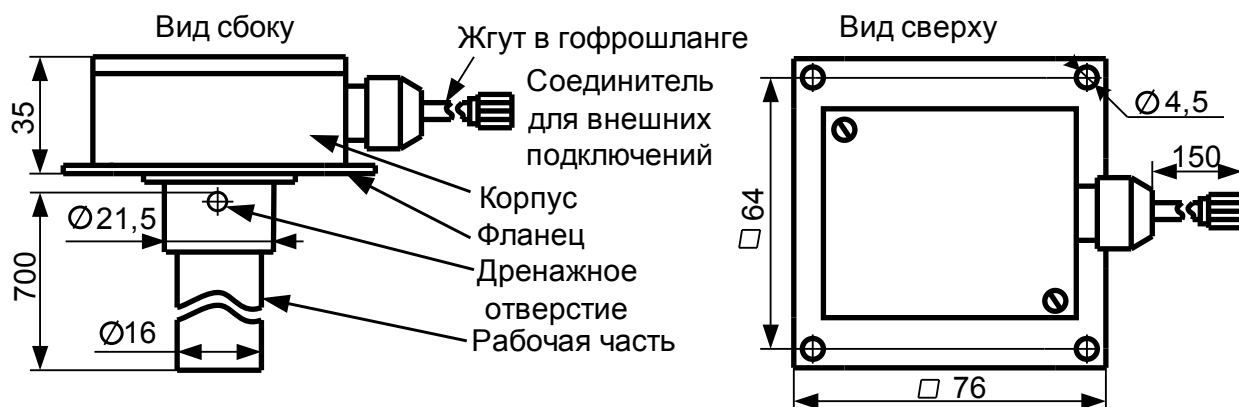
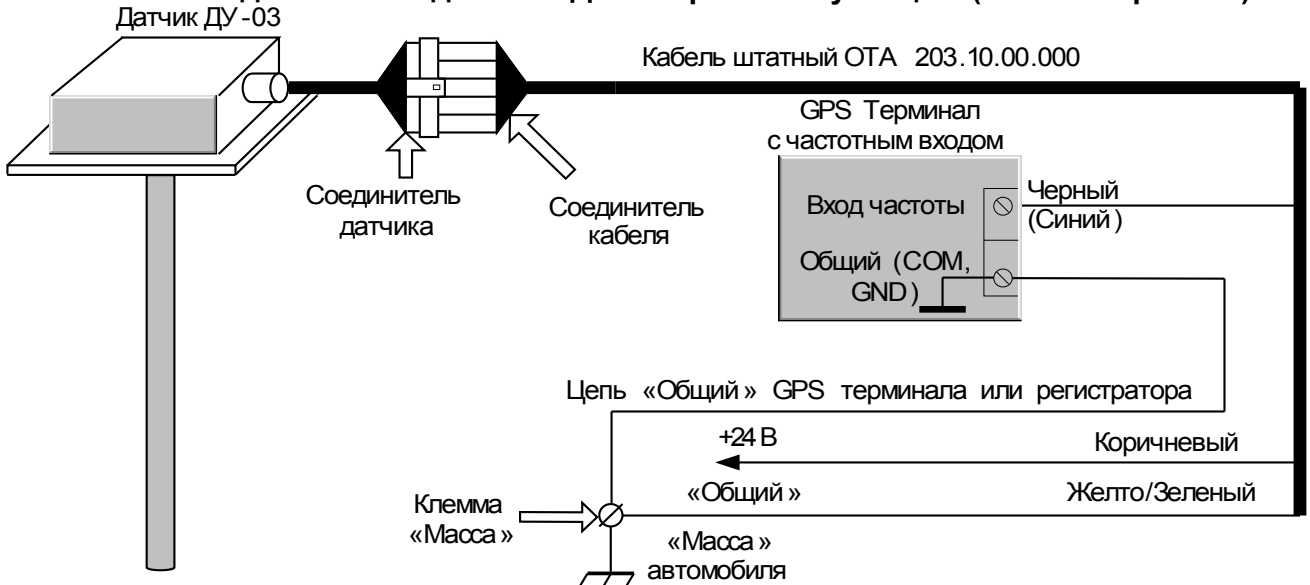

Рис.1. Конструкция датчика ДУ-03 .
Рис.2. Схемы подключения датчика ДУ-03 в режимах калибровки, тарировки и при эксплуатации (штатной работе).
Конструкция датчика показана на рис.1.
Длина рабочей части датчика (см. рис.1) равна расстоянию от нижнего края наружной трубы датчика до верхнего края дренажного отверстия.
1) наружная труба рабочей части, фланец и корпус датчика (см. рис.1) электрически соединены в датчике с цепью «Общий» питания (см. рис.2)!
4.3.1 Схемы подключения датчика при калибровке, тарировке и при эксплуатации (штатной работе) приведены на рис.2.
- клемма «минус» аккумуляторной батареи (при отсутствии на автомобиле общего выключателя массы) имеет надежный электрический контакт с клеммой «Масса» (см. рис.2);
- клемма «Масса» (см. рис.2), к которой будут подключаться цепи датчика, и GPS терминала, гарантированно соединена с минусовой цепью аккумуляторной батареи автомобиля или может быть подключена к ней только через общий выключатель массы, полностью отключающий аккумуляторную батарею от всех электропотребителей;
***Соединение цепей «Общий» датчика и GPS терминала выполнить строго в одной точке — к винтовой клемме «Масса» (см. рис.2).***
4.3.2.3 Подключить датчик в соответствии со схемой подключения, приведенной на рис.2, с использованием штатного кабеля из комплекта поставки.